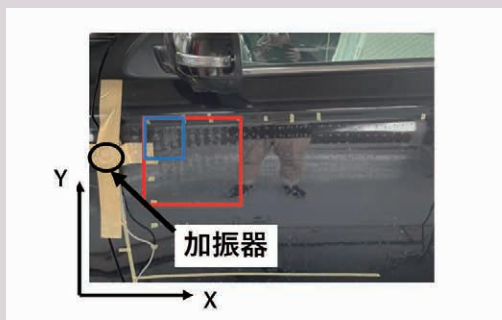

図2 実験に使用したドアパネル
次に開発したSI可視化システムの妥当性を検証するため、次のような実証実験を行いました。対象構造物は自動車のドアパネルとしました(図2)。図に示すようにドアパネルに加振器を取り付け、500Hz までランダム加振を与え、青枠で示す部分のSIを測定しました。1例として第10時共振(298Hz ± 5Hz)のSI描画した結果を示します(図3)。従来のSI測定でセンサ部分に使用していた圧電型加速度計とMEMSセンサによる結果を比較すると、概ね一致しており、MEMSセンサを用いた計測システムでも同様の測定をすることが確認できました。次に、図2で示す赤枠部分についてSI測定を行い、振動対策についても検証しました(図4)。図中、黒の矢印は入力から評価点までも経路を示し、SIの流れの傾向を確認しました。この結果を基に最も適切な対策箇所と考えられる①に制振材を貼付するとともに、対策効果の比較検証として②と③にも制振材を貼付しました。各対策による振動センサの出力結果(図5)を見ると、対策無し(黒色)に対して、対策①は対策②と③に比べより大きく減振させることができ、本測定システムを利用することで効果的な振動対策が可能